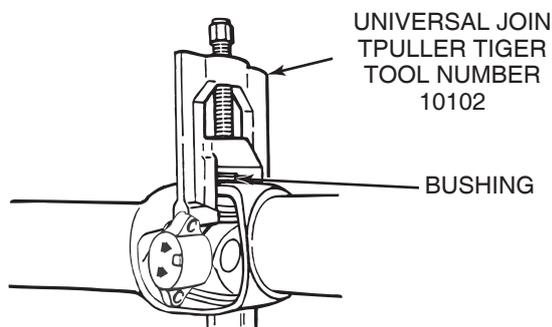

Figura 5.1
3. Remova o primeiro rolamento copo. Se necessário, use um extrator de rolamento para remover o rolamento copo do orifício do garfo. Figura 5.1.